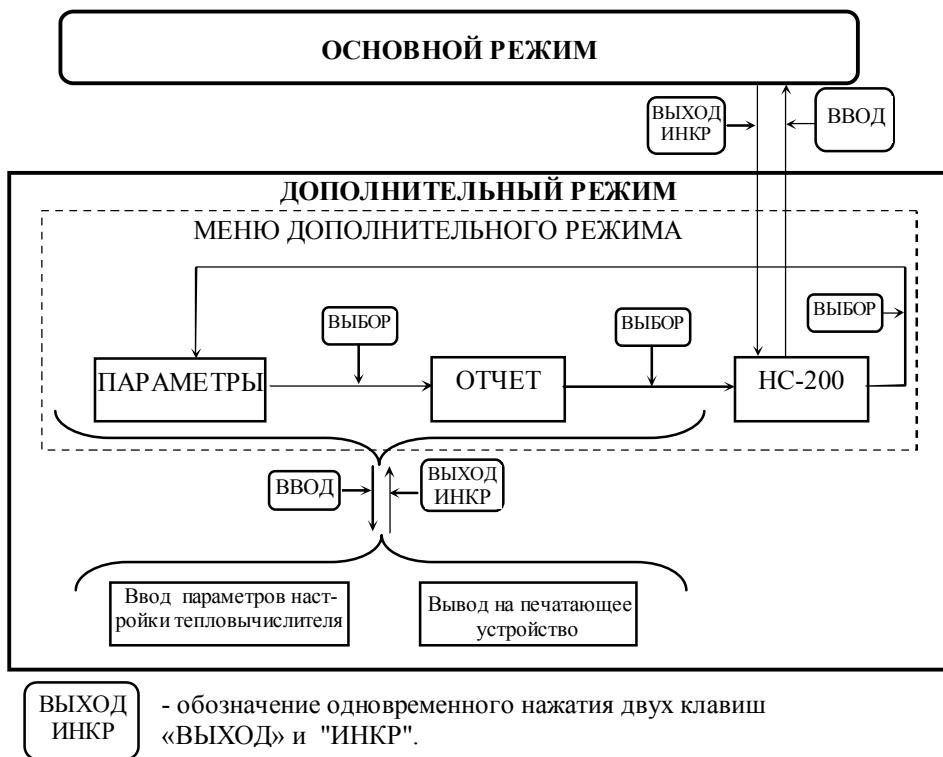
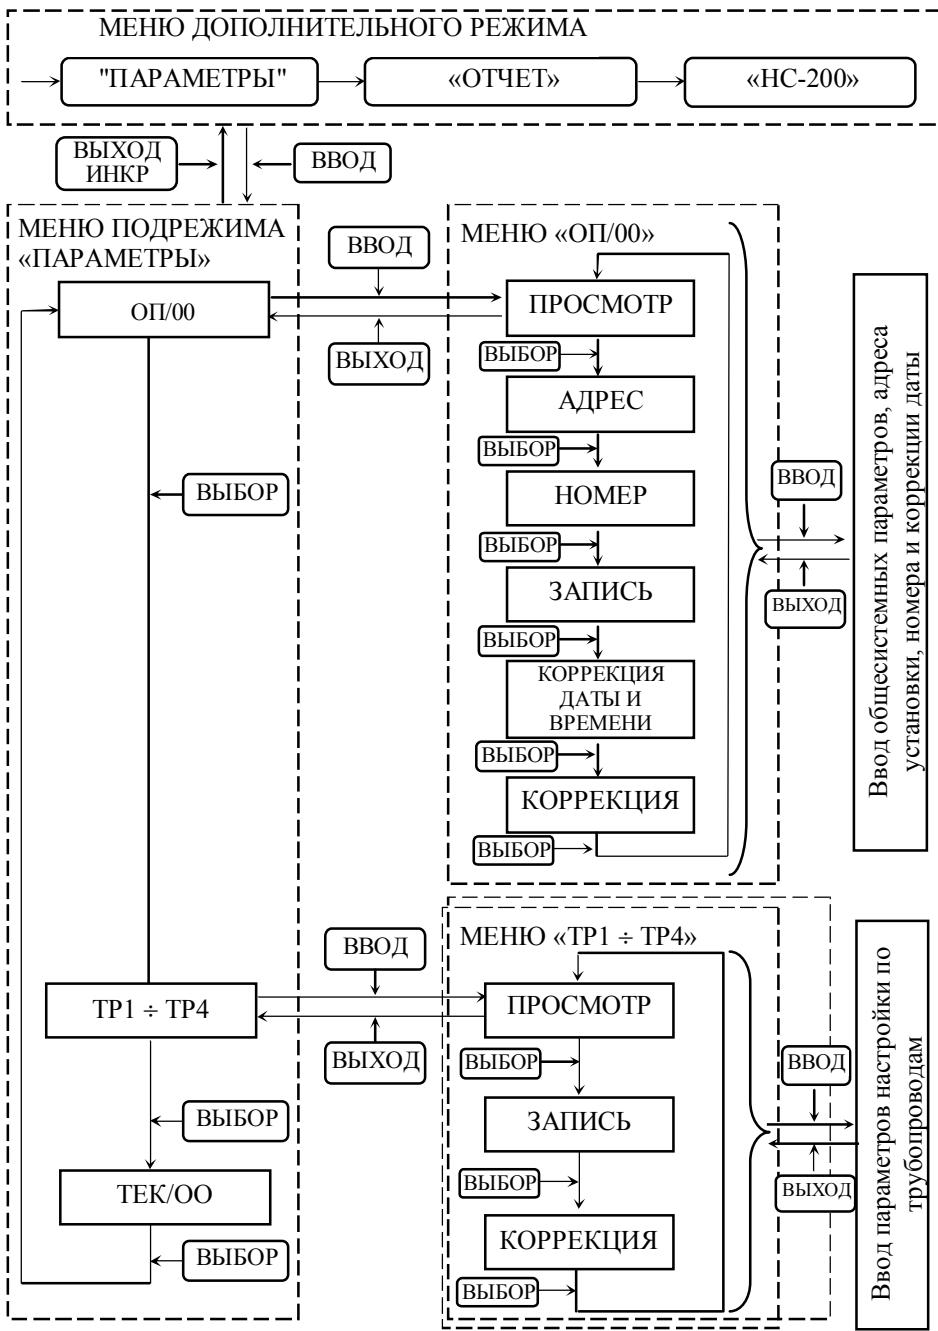

Рис.2.4. Алгоритм дополнительного режима работы тепловычислителя
Рис.2.5. Алгоритм подрежима «ВВОД ПАРАМЕТРОВ НАСТРОЙКИ ТЕПЛОВЫЧИСЛИТЕЛЯ»
Включите питание тепловычислителя. Через 5÷7с тепловычислитель войдет в «ОСНОВНОЙ РЕЖИМ» работы (см. п.2.2.3.1.). Нажмите одновременно клавиши «КАНАЛ» и «-ИНКР». При этом тепловычислитель перейдет в «ДОПОЛНИТЕЛЬНЫЙ РЕЖИМ» работы. Алгоритм дополнительного режима работы тепловычислителя приведен на рис.2.4. Нажимая клавишу «ВЫБОР» ("ПЕРИОД"), выберите раздел меню «ПАРАМЕТРЫ». Нажмите клавишу "ВВОД" ("ПАРАМ"). Тепловычислитель перейдет в подрежим «ВВОД ПАРАМЕТРОВ НАСТРОЙКИ ТЕПЛОВЫЧИСЛИТЕЛЯ» (см. рис. 2.5).
- В подрежиме "Ввод параметров настройки тепловычислителя" см. рис.2.5.
- В подрежиме "Ввод параметров настройки тепловычислителя" см. рис.2.5. Нажмая клавишу "ВЫБОР" ("ПЕРИОД"), выберите раздел «ОП/00» в меню подрежима «ПАРАМЕТРЫ».
– В подрежиме "Ввод параметров настройки тепловычислителя" см. рис.2.5. Нажмая клавишу "ВЫБОР" ("ПЕРИОД"), выберите раздел «АДРЕС» в меню «ОП/00».
- В под режиме "Ввод параметров настройки тепловычислителя" см. рис.2.5. Нажмая клавишу "ВЫБОР" ("ПЕРИОД"), выберите раздел "КорЧас" в меню «ОП/00».
- В подрежиме "Ввод параметров настройки тепловычислителя" см. рис.2.5. Нажмая клавишу "ВЫБОР" ("ПЕРИОД"), выберите раздел «ЗАПИСЬ» в меню «ОП/00».
- В подрежиме "Ввод параметров настройки тепловычислителя" см. рис.2.5. Нажмая клавишу "ВЫБОР" ("ПЕРИОД") выберите один из разделов ТР1÷ТР4 в меню подрежима «ПАРАМЕТРЫ».